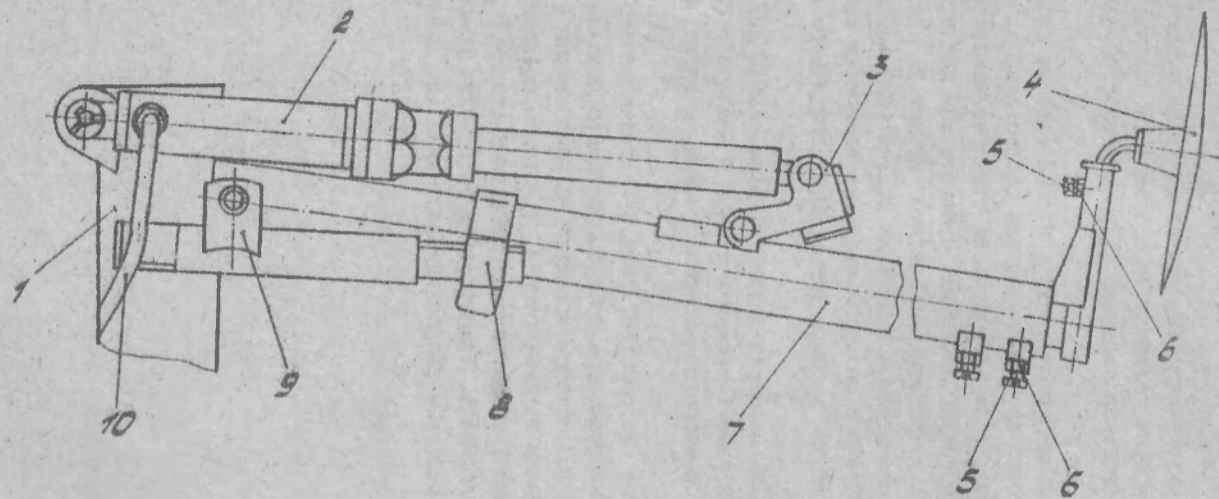

Рис. 8. Маркер
3.6 На сеялке применяются левый и правый маркеры дискового типа (рис.8), которые предназначены для образования следа на незасеянной части поля с целью получения стыковых междурядий и обеспечения прямолинейности движения агрегата при последующих заездах. Каждый маркер имеет телескопическую планку 7, которая шарнирно соединена с кронштейном 9 на раме сеялки. В трубу планки вставлен кронштейн на оси которого свободно вращаются диски 4. При дальнейшей транспортировке маркеры фиксируются при помощи хомута 8.